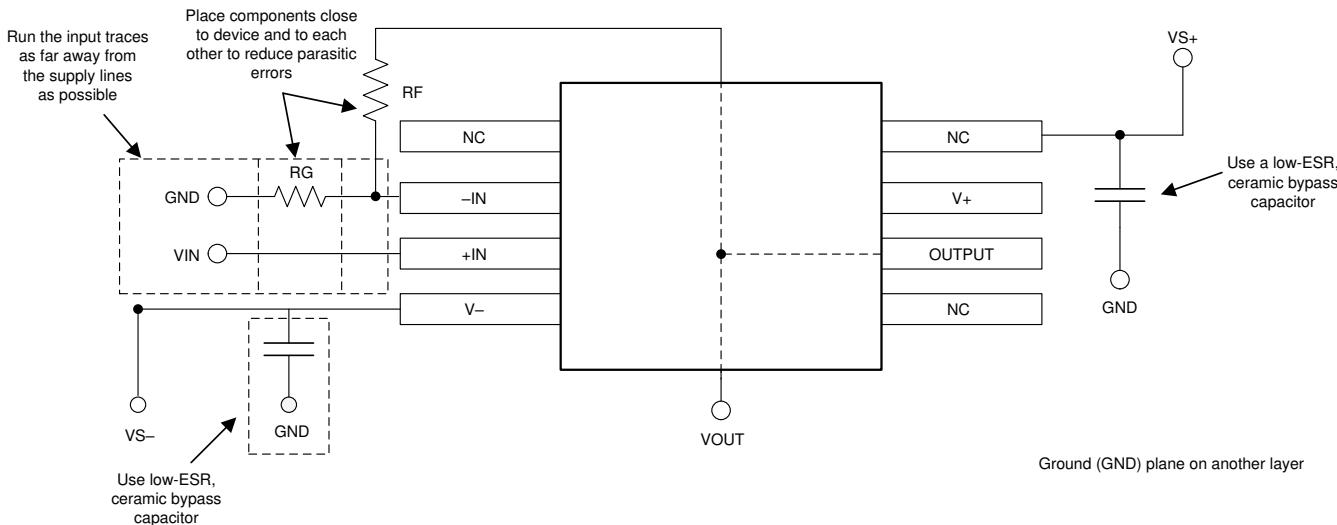

図 10-1. 非反転構成のオペアンプ基板のレイアウト
- 外付け部品は、可能な限りデバイスに近く配置します。図 10-1 に示すように、寄生容量を最小限に抑えるため、RF と RG は反転入力の近くに配置します。